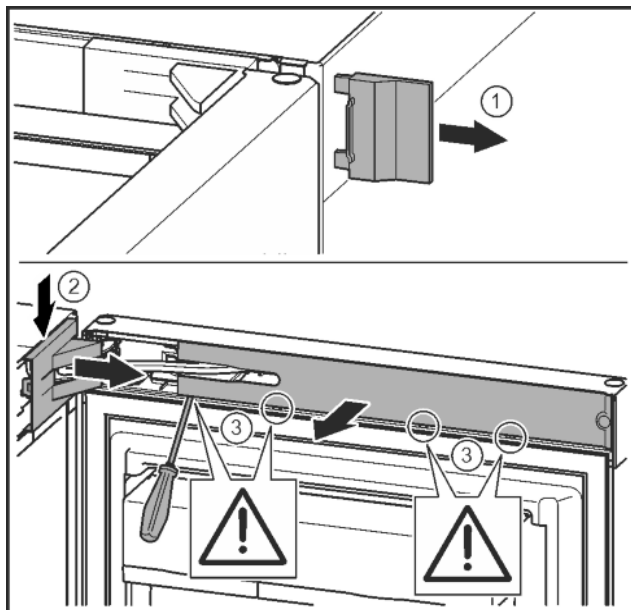

Fig. 9
- Odoberte vonkajší kryt. Fig. 9 (1)
- Odistite a uvoľnite kryt ložiskovej konzoly. Odoberte kryt ložiskovej konzoly. Fig. 9 (2)
- Kryt odistite plochým skrutkovačom a vyklopte nabok. Fig. 9 (3)